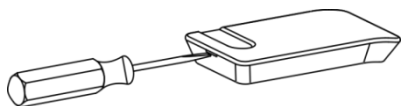
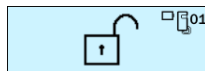

Fig. 4. La forma en que se abre la carcasa.
Fig. 3. Batería baja AVA KEY del usuario # 1.
- 4. Instalación de la batería.** Cuando el símbolo de la batería vacía (Fig. 3) aparece en la pantalla del teclado junto al icono de AVA Key, las baterías necesitan reemplazo. Para ello, coloque un destornillador plano en el lugar que se muestra en la Fig. 4 y levante suavemente la carcasa. Repite esta acción en varios puntos de la línea de apertura hasta que el estuche esté completamente separado. A continuación, se retirará la placa PCB, las baterías gastadas se empujarán hacia fuera en las direcciones mostradas en la figura 3, inserte nuevas baterías (con el + arriba), coloque la placa en la parte posterior del dispositivo y cierre la caja.